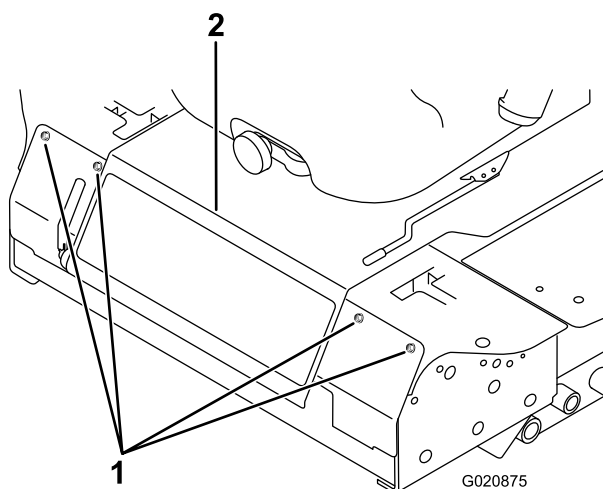

Рисунок 48
- Снимите болты крепления передней панели и снимите переднюю панель (Рисунок 48).